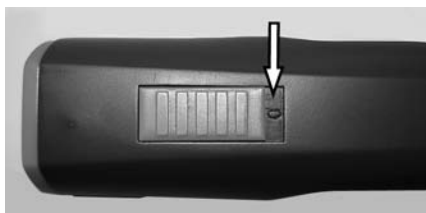

Fig. 4 Interruttore in posizione ferma ("0")
1. Metta l'interruttore sulla posizione azzerata "0" (fig. 4).
2. Faccia pressione sulle due levette ai lati della batteria (2) e la levi dalla tosatrice (1).